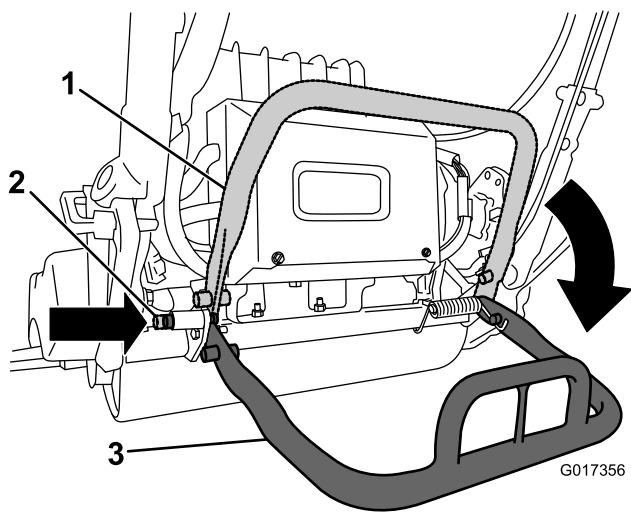

图6
2. 放下支撑架并推入锁定销将支撑架锁定在维修位置 图 6。机器可以停放在锁定的支架上。